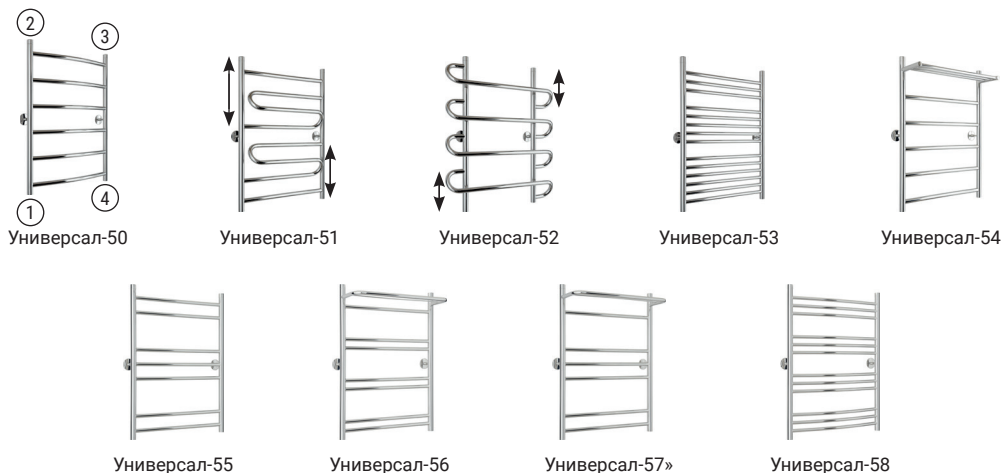

Рис.1
4.1. Схема стандартного подключения к системе ГВС (рис. 1). Подключение осуществляется по схеме: 1-4; 1-3; 2-4; 2-1; 3-4.